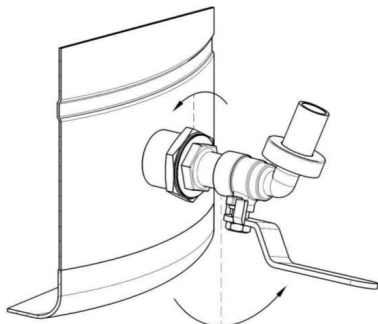

Рисунок 16 — Поворот крана на $\frac{1}{2}$ оборота
6. Вывернуть кран ещё на $\frac{1}{2}$ оборота, вращая против часовой стрелки (рис. 16).